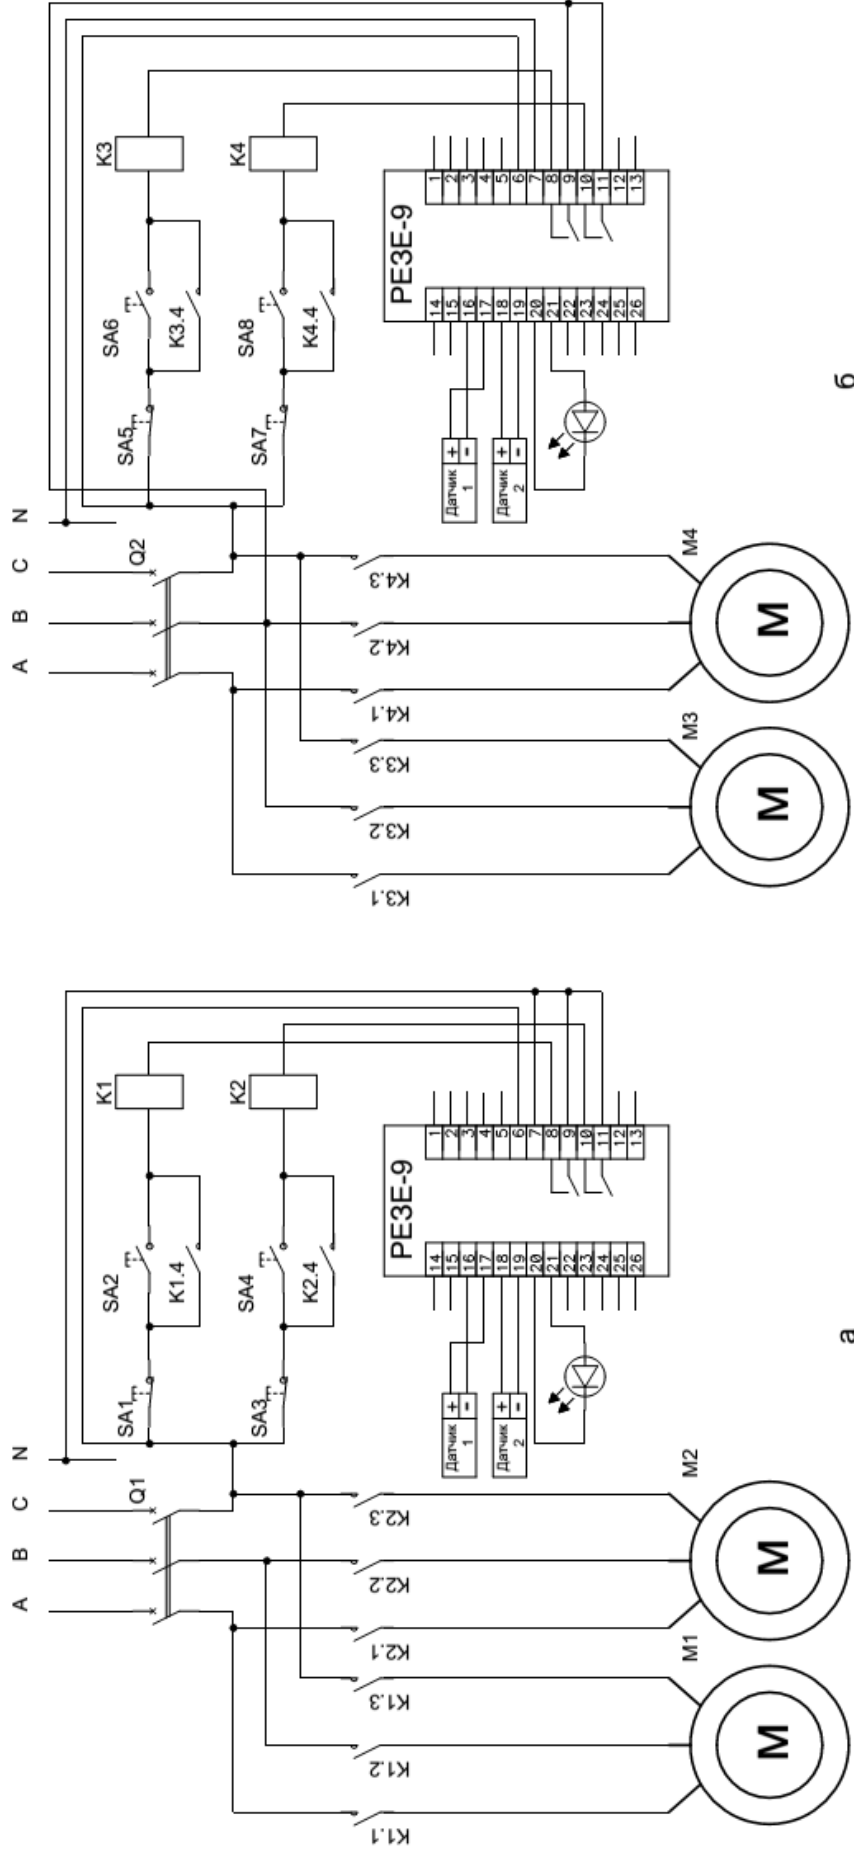

Рис. 6.3. Схеми електричні з'єднань РЕ3Е-9 у випадку відключення двох двигунів
6.2.4 Здійснити монтаж схеми електричної з'єднань реле згідно рис. 6.2 (реле відключає один двигун) або рис. 6.3 (реле відключає два двигуна).